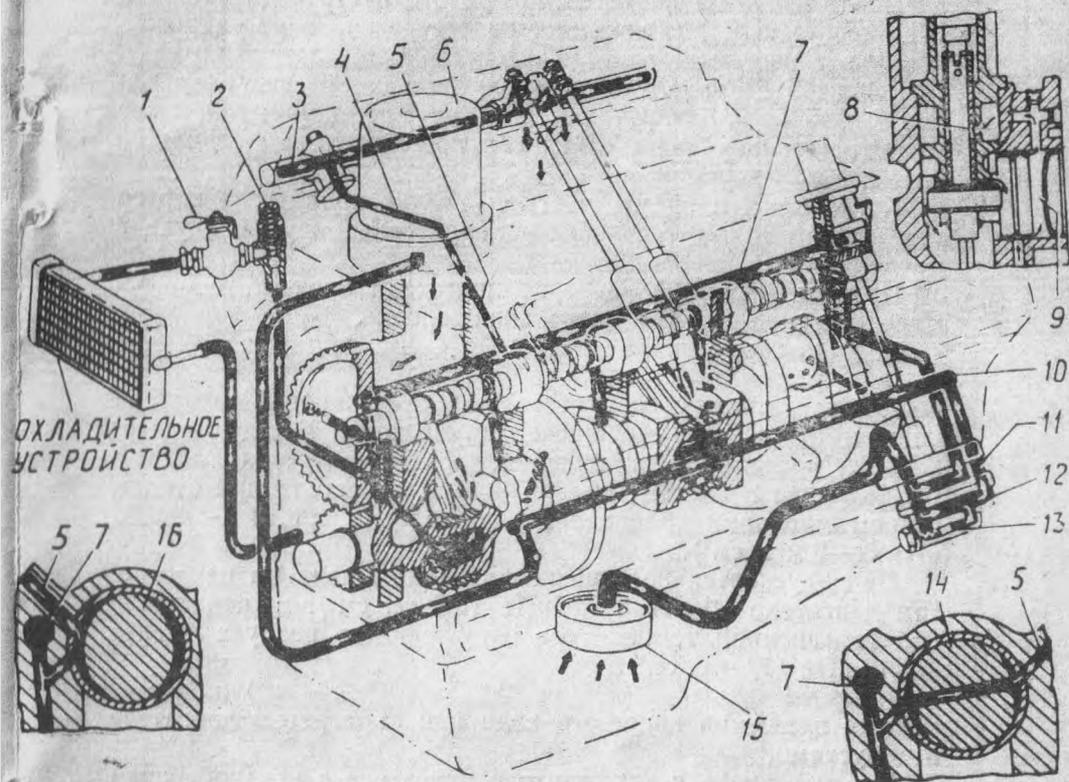

Рис. 8. Схема системы смазки
Система смазки двигателя комбинированная (рис. 8). Под давлением смазываются коренные и шатунные подшипники коленчатого вала, подшипники распределительного вала, упорный фланец распределительного вала втулки коромысел и верхние наконечники штанг.
Для охлаждения масла при температуре окружающего воздуха выше 20°С включайте охлаждающее устройство, открывая кран 1 (рис. 8), находящийся с правой стороны двигателя. При открытом кране рукоятка его направлена вдоль крана. Масло поступает в охлаждательное устройство через предохранительный клапан 2. Этот клапан открывается при давлении не более 98,07 кПа (1 кгс. см2).
**Маслоприемник** 15 (рис. 8) имеет сетчатый фильтр, который периодически (при разборке двигателя) очищайте. Чтобы снять маслоприемник, отверните гайку его крепления.